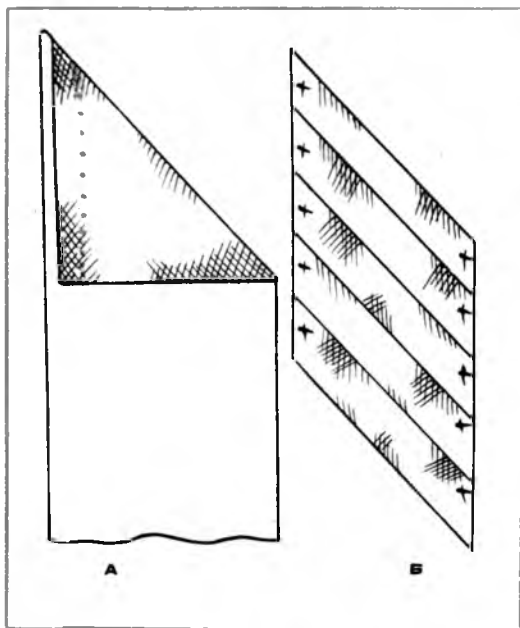
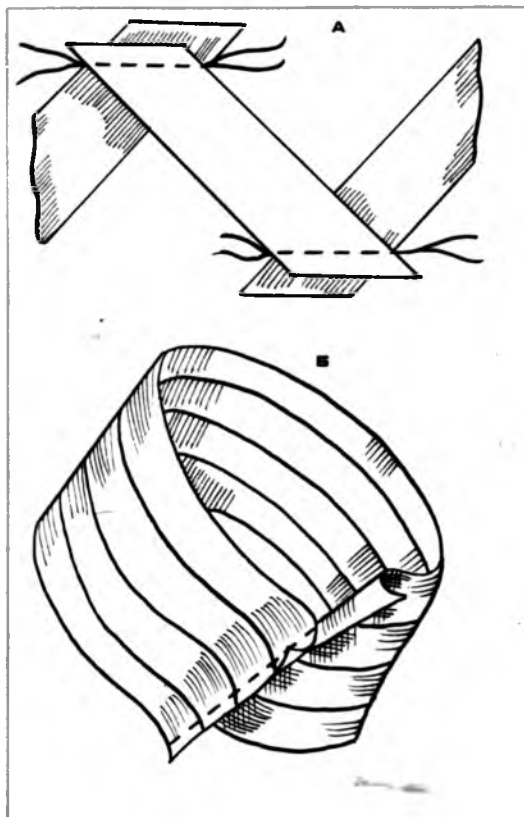

Рис. 40.
Рис. 41.
Раскраивается косая бейка так: ткань перегибают, чтобы долевая нить легла на поперечную (рис. 40, а). Ткань разрезают по приутюженному сгибу, а от среза откладывают необходимую ширину бейки (обычно 2,5—3 см). Для того чтобы при соединении беек не спутать долевую нить с утком (поперечной нитью), необходимо долевые срезы отметить (рис. 40, б).
- составные части беек сложить лицевыми сторонами внутрь по долевой нити «домиком» (рис. 41, а);
Можно облегчить себе жизнь, заготовив длинную косую бейку (непрерывную) очень простым способом. Размеченную ткань обрезать снизу и сверху по косой (см. рис. 40, б), затем свернуть трубочкой и соединить по долевым так, чтобы долевым срезы были смещены на одну ширину косой бейки, как показано на рис. 41, б. Как видите, линии разметки при этом образовали непрерывную спираль. Прострочите, разутюжьте шов, не забывая о том, что лицевая сторона ткани должна находиться внутри трубочки. Теперь остается только разрезать полученную трубочку по спирали. Длинная косая бейка готова!